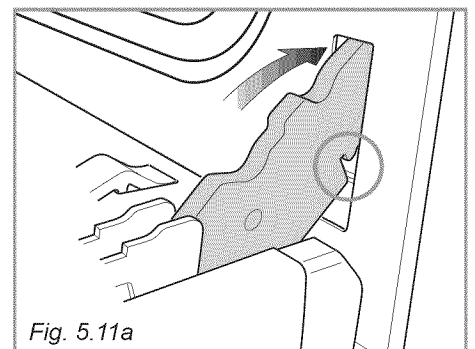

Fig. 5.11a
- Insérer le crochet des charnières (droite et gauche) dans son emplacement; s'assurer que la rainure soit dans sa logement (fig. 5.11a).